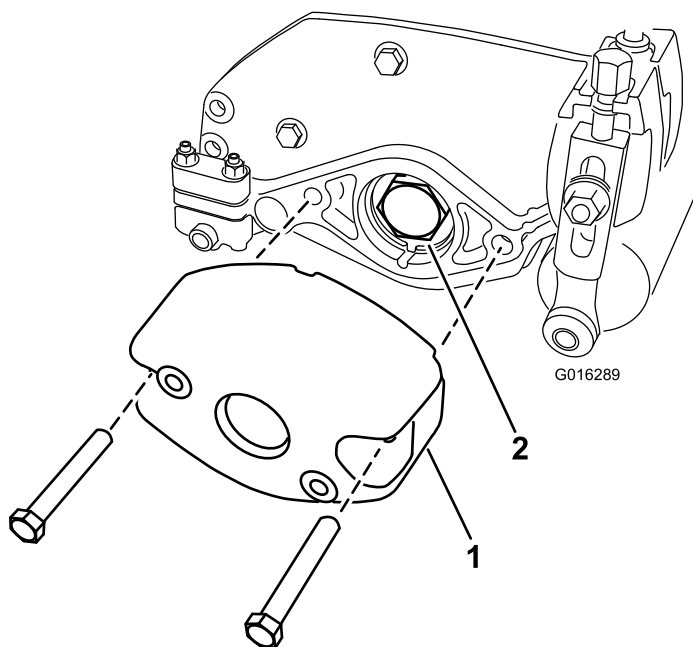

图2
5. 卸下将配重块固定至滚刀组右端的2个螺栓和螺母。拆下配重块 图2。
6. 从滚刀轴上卸下轴承螺母 图2。